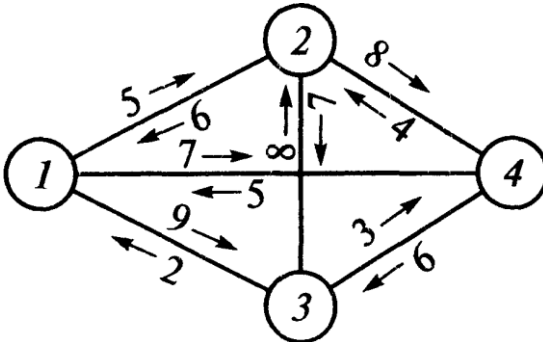

Рис. 3.2. Схема сети
2. Решите задачу о максимальном потоке на сети, представленной на рис. 3.2 [3].